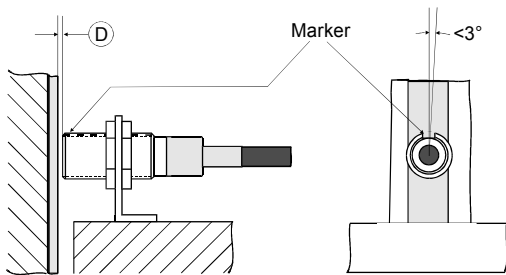

Abb. 2
- Die Mechanik bzw. Montagewinkel müssen auf dem gesamten Messweg die vorgegebenen Toleranzen zwischen Sensor und Band gewährleisten (s. Abb. 2). Ein Kontakt zwischen Sensor und Band muss verhindert werden.